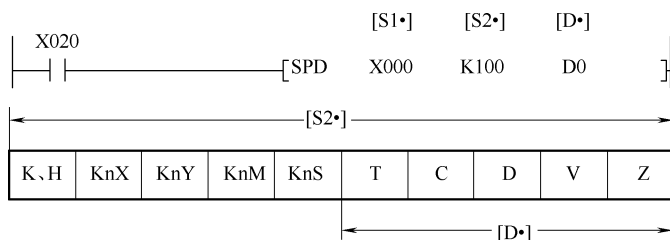

图 5-58 SPD 指令的应用格式和使用范围
SPD 是速度检测指令，16 位操作有 SPD、SPD (P)。指令功能是在源操作数 S2 设定的时间内 (ms)，对源操作数 S1 输入的脉冲进行计数，计数的当前值存放在目标元件 D + 1 中，终值存放在目标元件中 D，当前计数的剩余时间 (ms) 存放在目标元件 D + 2 中。SPD 指令的应用格式和使用范围如图 5-58 所示。